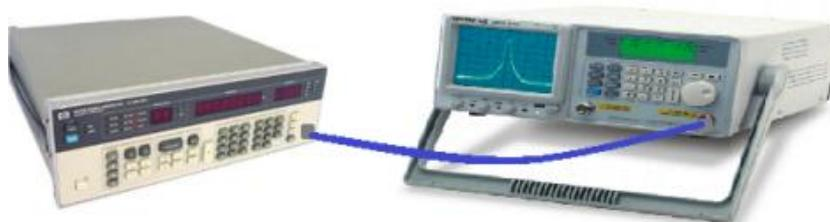

Figura 1. Calibración del sistema
6.3 Calibración del sistema: Conectar el generador de señales RF al analizador de espectro a través de un cable coaxial corto, el cual se toma como cable de referencia, como se indica en la Figura 1.